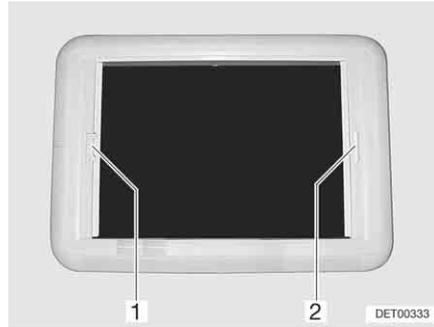

Fig. 64 Claraboya Heki, bloqueo de la persiana
- Tirar del tirador (Fig. 64,2) de la persiana oscurecedora enrollable hacia el asidero opuesto de la mosquitera enrollable (Fig. 64,1) y hacerlos engatillar.
- Con la otra mano, presionar el listón de desbloqueo en el tirador de la mosquitera enrollable (Fig. 64,1), en dirección al tirador. Se suelta el bloqueo.
- Tirar del asidero (Fig. 64,1) de la mosquitera enrollable hacia el asidero opuesto de la persiana oscurecedora (Fig. 64,2) y hacerlos engatillar.
- Sujetar la mosquitera enrollable (Fig. 64,1) por el tirador y empujar el listón de desbloqueo en dirección del asidero. Se suelta el bloqueo.